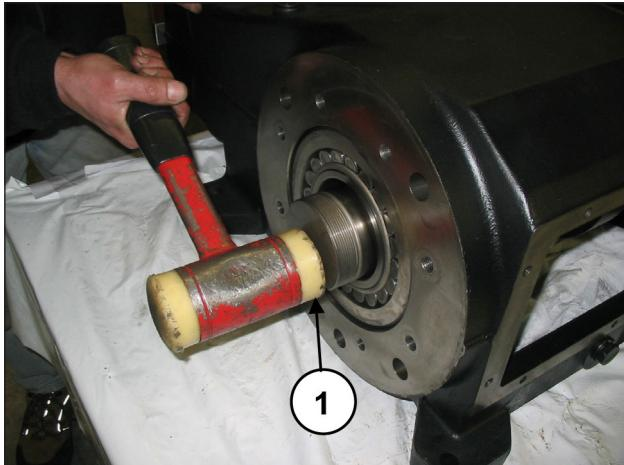
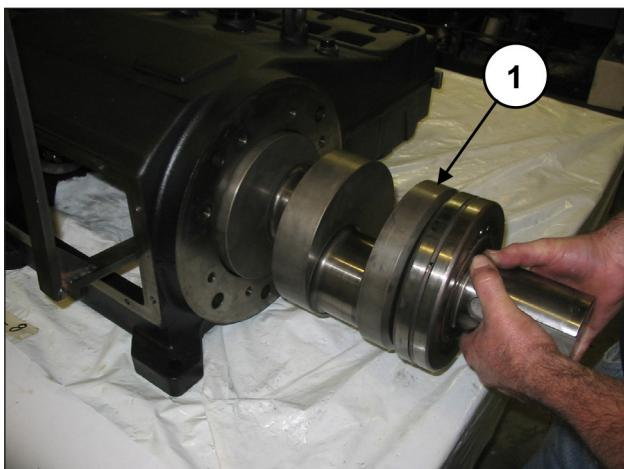
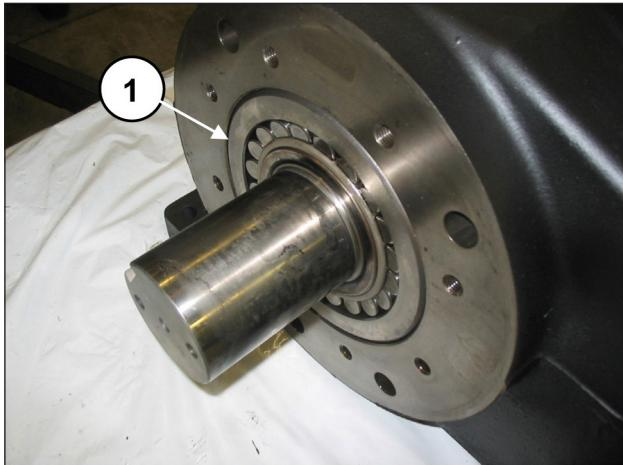

Abb. 28
Abb. 29
Abb. 43
Treiben Sie die Kurbelwelle mithilfe eines Schlagwerks auf Zapfwellenseite heraus (Pos. ①, Abb. 28). Entfernen Sie Welle und Lager (Pos. ①, Abb. 29).
Setzen Sie die Welle ein (Pos. ①, Abb. 29) bis das vormontierte Lager bündig zur Kante des Gehäuses ausgerichtet ist (Pos. ①, Abb. 43).